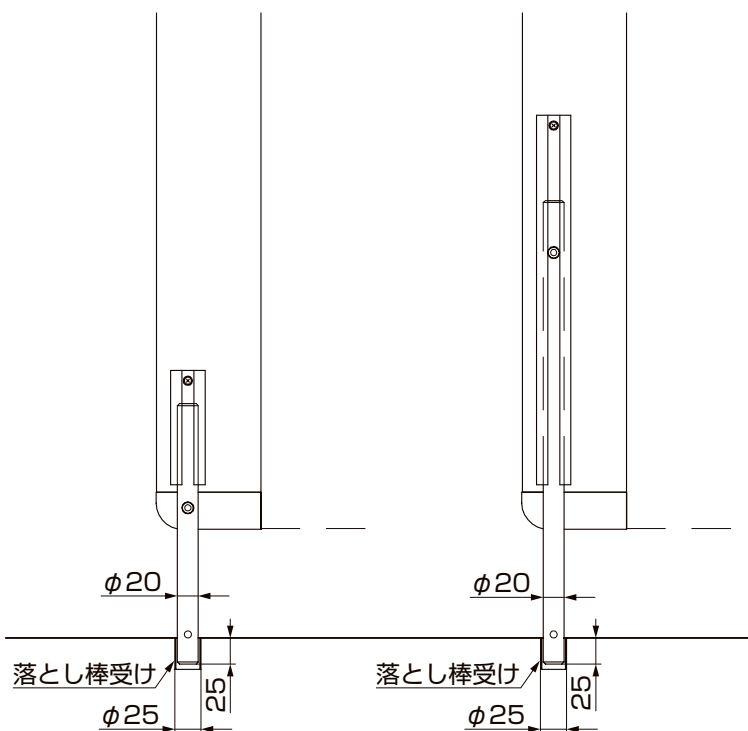

図11-1 H08～H10
- ① 落とし棒受けは、引戸を閉めた状態と開けた状態で、落とし棒が落とし棒受けに入る位置に各々埋込んでください。(図11-1、図11-2参照)